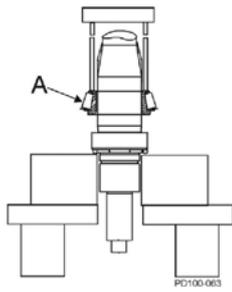

Abb. 48 Lager auf Welle drücken
3. Entnehmen Sie die untere Kegelrolleneinheit (Abb.48, Pos. A) einzeln dem Paket und setzen Sie sie mit dem erweiterten Rollenradius nach unten auf die Welle. Drücken Sie die Einheit bis zum Wellenabsatz auf die Welle. **Drücken Sie dabei nur auf den Innenring der Lagereinheit.**